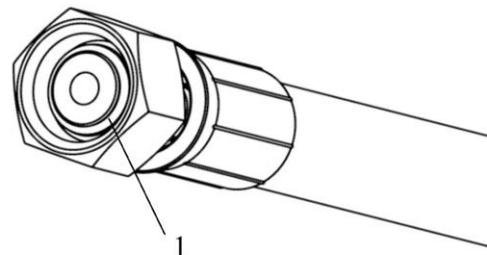

Рисунок 15 – Установка резинового кольца КУН 2000.00.005
**ВНИМАНИЕ!** Перед монтажом гидросистемы установить кольцо резиновое КУН 2000.00.005 поз.1 на всех резьбовых соединениях, где имеется ниппель с канавкой и гайка накидная (см. рис. 15).